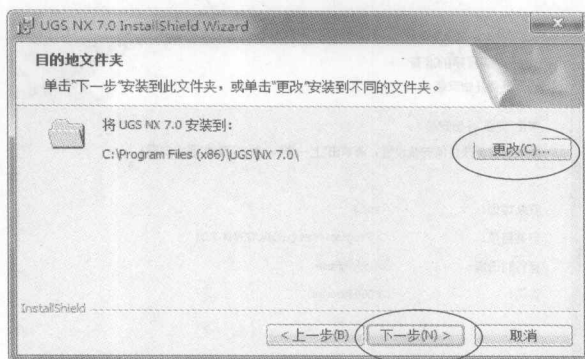

图 1-6 “目的地文件夹”对话框
(6) 弹出“目的地文件夹”对话框，如图 1-6 所示。可选择默认文件夹，也可单击“更改”来自定义安装文件夹，然后单击“下一步”。